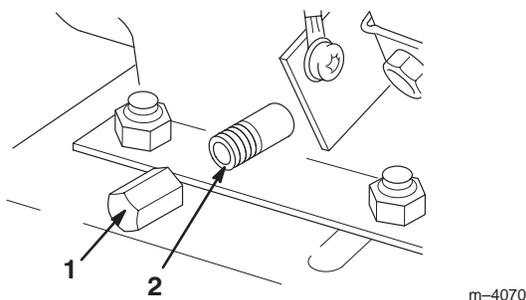

Bild 27
5. Reinigen Sie den Bereich um die Ölablassschraube (Bild 27).
6. Schieben Sie eine Ölwanne unter den Ablasstutzen und entfernen die Ölablassschraube (Bild 27).